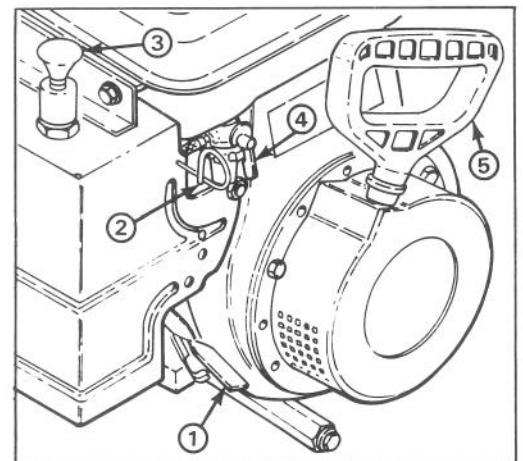

Abbildung 10
Drossel (Abb. 10)—Ein Vorschieben der Drossel erhöht die Motordrehzahl.
Choke (Abb. 10)—Der Choke befindet sich hinten an der Motorhaube. Zum Starten des kalten Motors den Choke nach rechts, auf VOLL drehen, und bei zunehmender Erwärmung den Choke wieder langsam auf AUS bringen.
Tupfer (Abb. 10)—Den Tupfer nach oben ziehen, um eine kleine Menge Benzin als Kaltstarthilfe in den Motor zu pumpen.
Benzinhahn (Abb. 10)—Der Benzinhahn befindet sich unten am Kraftstofftank. Den Benzinhahn schließen, um den Kraftstofffluß vom Kraftstofftank zu stoppen. Den Hahn öffnen, damit das Benzin in den Vergaser fließen kann. Den Benzinhahn schließen, wenn die Fräse nicht im Betrieb ist.
Rücklaufstarter (Abb. 10)—Der Rücklaufstarter befindet sich hinten am Motor und wird zum Starten des Motors herausgezogen.
3. Den Choke zur vollen Choke-Stellung herausziehen (Abb. 10).
5. Bei Temperaturen zwischen -12° und -18°C den Tupfer (Abb. 10) einmal ziehen; bei Temperaturen unter -18°C zweimal ziehen.
6. Den Rücklaufstarter (Abb. 10) langsam so lange herausziehen, bis Widerstand spürbar ist; dann den Motor mit einem kräftigen Armzug herumwerfen. Den Startgriff festhalten und das Seil langsam zurückgleiten lassen.
7. Nachdem der Motor angesprungen ist, den Choke (Abb. 10) in ½-Stellung für 10-30 Sekunden bringen, dann auf AUS stellen.